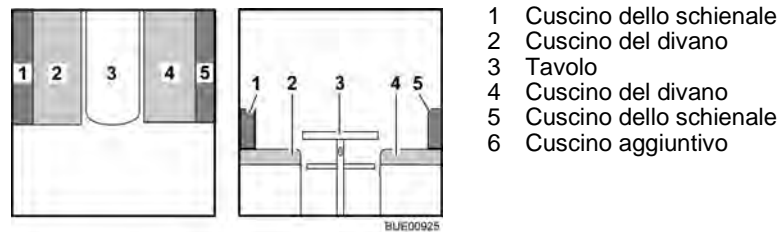

Fig. 77 Prima della trasformazione
- Trasformare il tavolo (Fig. 77,3) in struttura di supporto letto (vedi paragrafo 6.11).